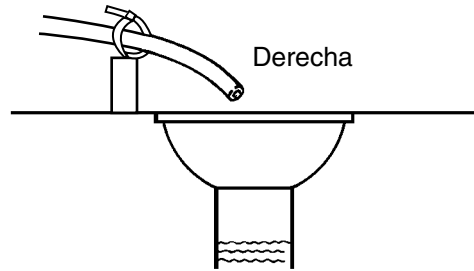

Figura 25 Conexión de la tubería de drenaje
**⚠ WARNING:** Jamás conecte la tubería de drenaje directamente a un drenaje, una tubería de alcantarilla o una arqueta (Figura 25 Conexión de la tubería de drenaje). Siempre deje un espacio de aire entre la tubería de drenaje y el agua residual para evitar la posibilidad de que estas aguas residuales pasen al ablandador por efecto de sifón invertido.